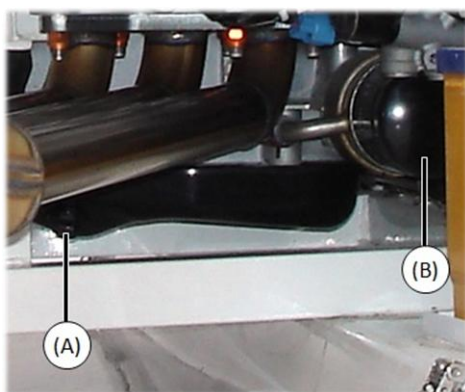

Рисунок V-3
2) Слейте моторное масло, отвернув сливную пробку поддона картера (Рисунок V-3).
4) Снимите масляный фильтр (Рисунок V-3) при помощи специального инструмента. ST 49857000 КЛЮЧ МАСЛЯНОГО ФИЛЬТРА (**наружный диаметр: 80мм**)